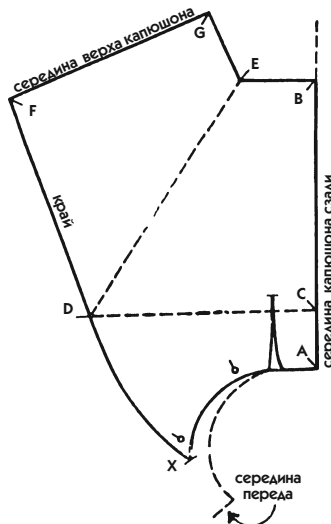
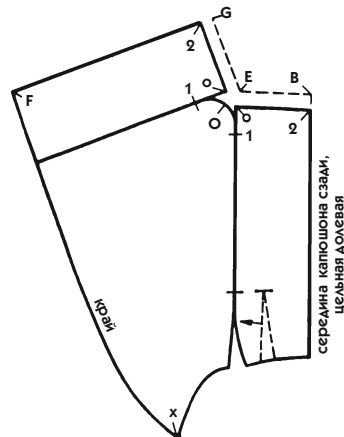

Рис. 760
Рис. 762
4. **Высота капюшона** определяется на рис. 760 линией АВ. Чтобы зафиксировать положение засечки В на срединной линии спинки, можно к мерке № 2 прибавить 2 см ( $24 + 2 = 26$  см), поставить засечку В и провести маленькую горизонтальную черту.
- На линии середины спинки от засечки А отложите эту мерку и поставьте засечку В. На этой высоте проведите горизонтальную черту (рис. 760).
- От засечки С проведите пунктирную линию перпендикулярно срединной линии спинки, на которой отложите предварительно рассчитанную мерку ( $\frac{1}{3}$  от  $60 + 1 = 21$  см) и поставьте засечку D (рис. 760).
- Поставьте засечку E, затем соедините ее с засечкой D наклонной пунктирной линией (рис. 760).
- Поставьте засечки F и G, соответствующие засечкам С и В (рис. 760).
8. Закончите край капюшона, продолжая линию FD к засечке X (см. рис. 760).
9. В зависимости от способа соединения обеих частей капюшона (посередине верха, как на рис. 760, или посередине сзади) укажите на одной из этих линий направление нити.
Сделав монтаж капюшона по рис. 760, вы увидите, что, перемещая швы, можно изменить его внешний вид, оставаясь в классических линиях.
1. На копии лекала 760 проведите от засечки Е линии, параллельные середине капюшона сзади и середине верха (рис. 762).
- Направление долевой нити укажите в соответствии с рис. 762.
- Вытачку от горловины с полоски перенесите в шов, как показано стрелкой на рис. 762.
7. Для указания направления нити действуйте, как сказано в пояснении к рис. 760, если вы не хотите его преобразовать в соответствии с рис. 762.